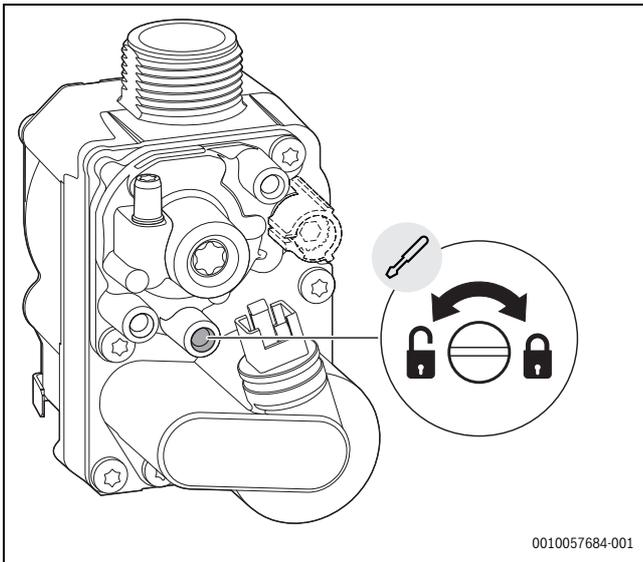

Fig. 100 Mesure de la pression de raccordement du gaz
- ▶ Desserrer la vis sur la tubulure de mesure pour la pression de raccordement du gaz de 2 tours (→ fig. 100).